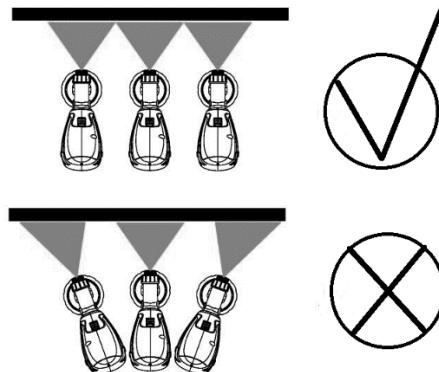

Рисунок 6
4.4 Фарбування потрібно починати із зовнішньої сторони робочої зони, тримаючи розпилювач паралельно, на однаковій відстані, приблизно 10-30 см від об'єкта (Рисунок 6). Переміщайте розпилювач рівномірно горизонтально або вертикально, залежно від напаштування форми струменя. Плавне переміщення розпилювача, з постійною швидкістю, приведе до рівномірного покриття поверхні. Рух інструмента уздовж поверхні, що фарбується,